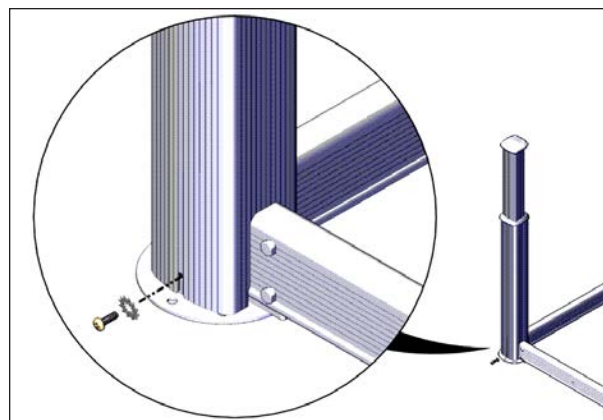

FIGURE 27: VIS DE VERROUILLAGE DES MANCHONS
21. Serrer les vis à tête cruciforme M6 x 20 mm dans le bas de chacun des 4 manchons, voir Figure 27.